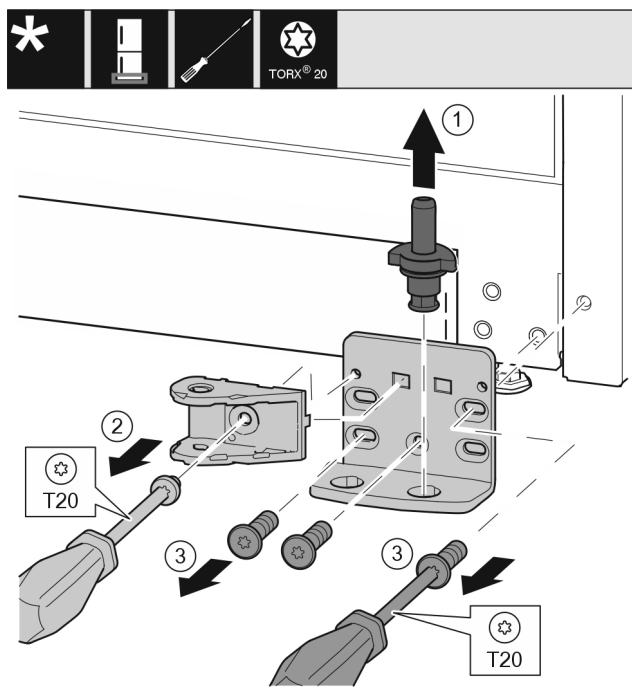

Fig. 30
- Retirer entièrement l'axe de palier Fig. 30 (1) par le haut.
- Desserrer la vis Fig. 30 (2) avec un tournevis et retirer la liaison de l'amortisseur de fermeture.
- Desserrer les vis Fig. 30 (3) avec un tournevis et retirer le support de palier.